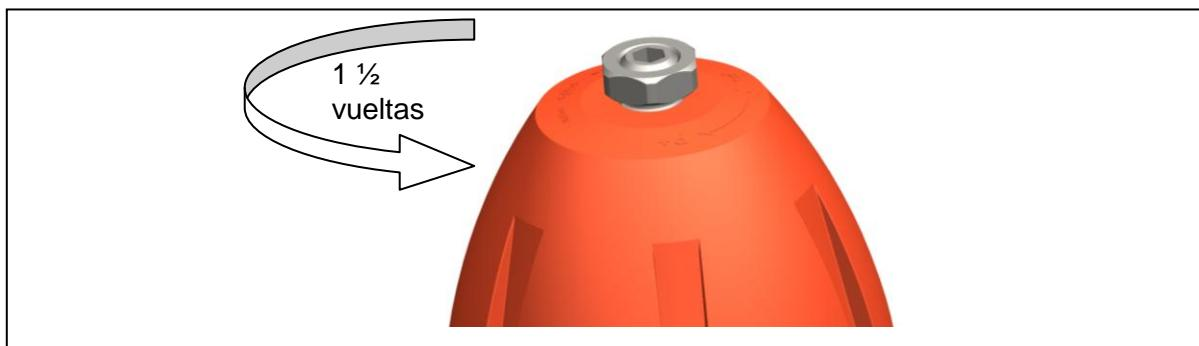

Fig. 3
- Aflojar la tuerca de bloqueo, ver la fig. 3.